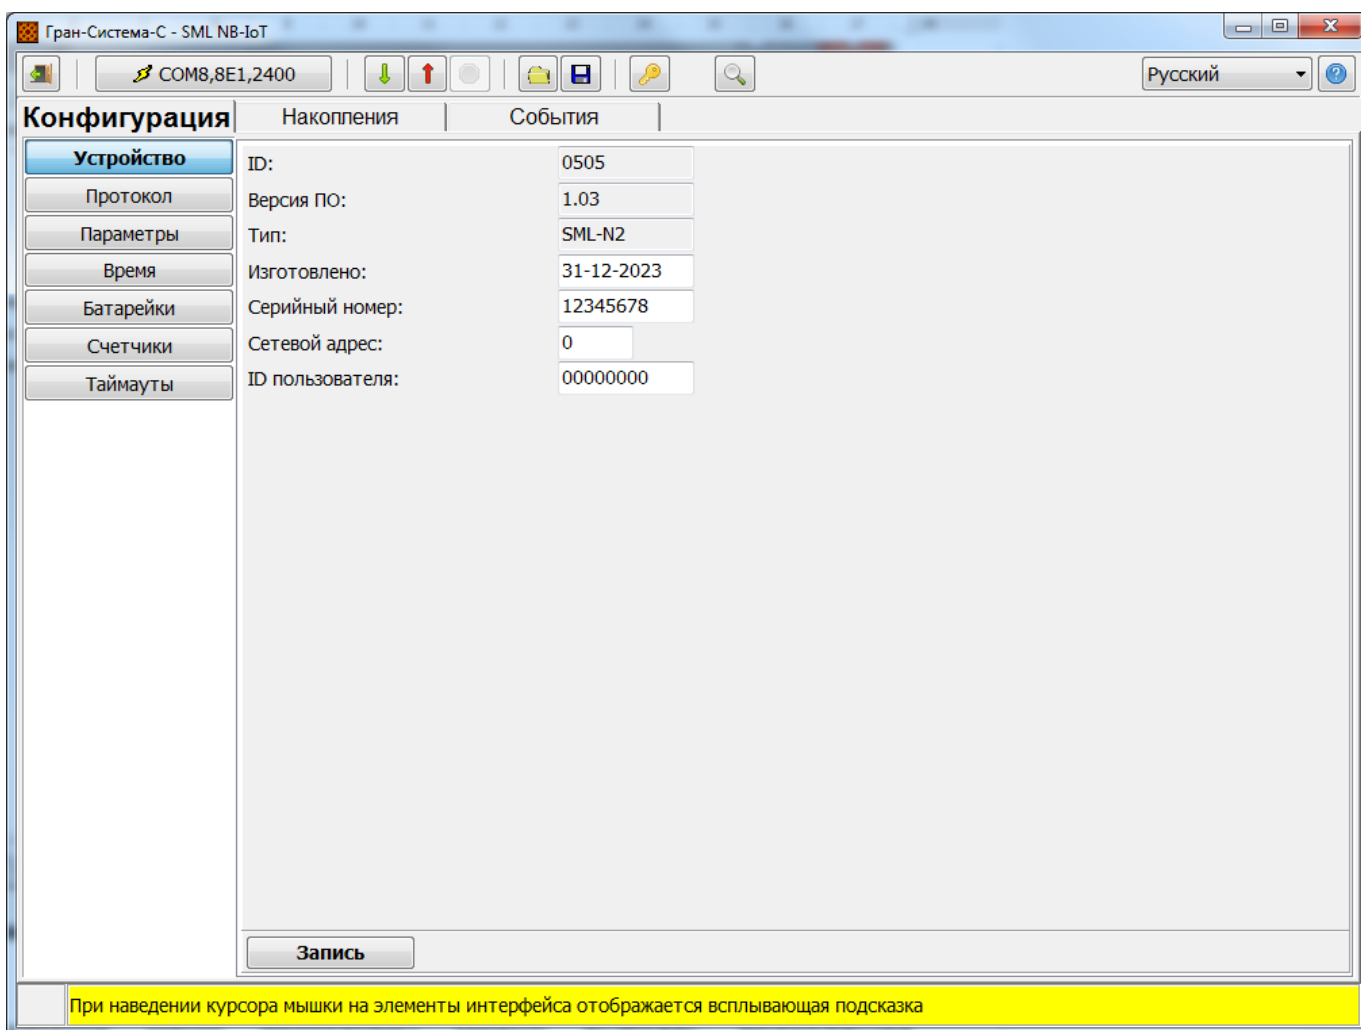

Рисунок 10 – Закладка «Конфигурация» «Устройство»
3.2.8.1 В закладке «Конфигурация» «Устройство» задаются параметры для идентификации модуля (рисунок 10):